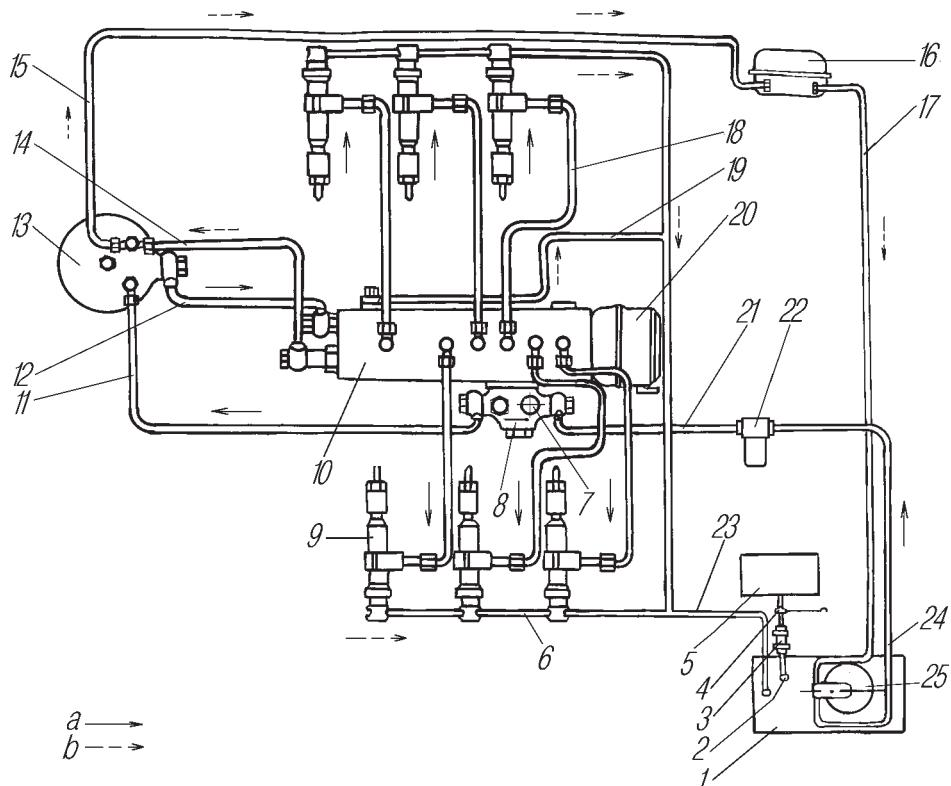

Рис. 22. Схема системы питания:
**Система питания двигателя топливом.** Топливо из основного топливного бака 1 (рис. 22) засасывается топливоподкачивающим насосом 8 и через фильтры грубой 22 и тонкой 13 очистки поступает к топливному насосу высокого давления (ТНВД) 10.